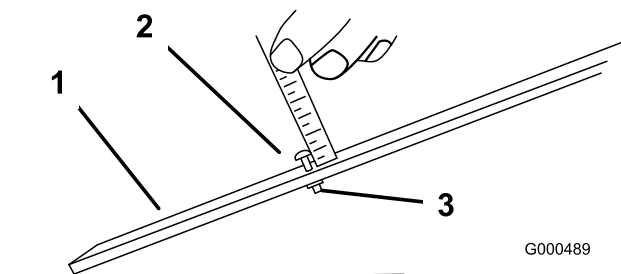

Figura 55
2. Allentate il dado sulla barra di misura (Figura 55) e posizionate la vite di regolazione all'altezza di taglio opportuna. La distanza tra la base della testa della vite e la superficie della barra è l'altezza di taglio.